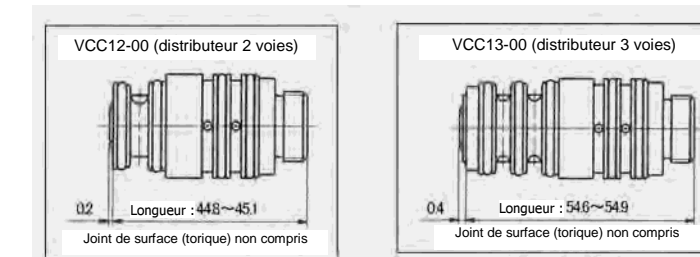

Figure 14
- Réglez la longueur totale du distributeur comme indiqué en Figure 14. Pour référence, le couple de serrage est compris entre 1 et 2 Nm pour un distributeur 2 voies et entre 0.5 et 1 Nm pour un distributeur 3 voies. Visser à l'excès peut endommager le filetage.